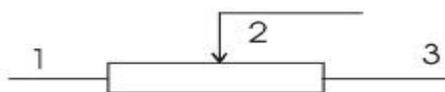

图 11
(2) 传感器安装应当让主轴的旋转行程落在传感器旋转行程的中间部分。推荐使用以下方式进行确定：（见图 11）使用万用表量取传感器 1、3 两端和 1、2 两端间的电阻值，基本保证  $R_{13} = 2R_{12}$ 。